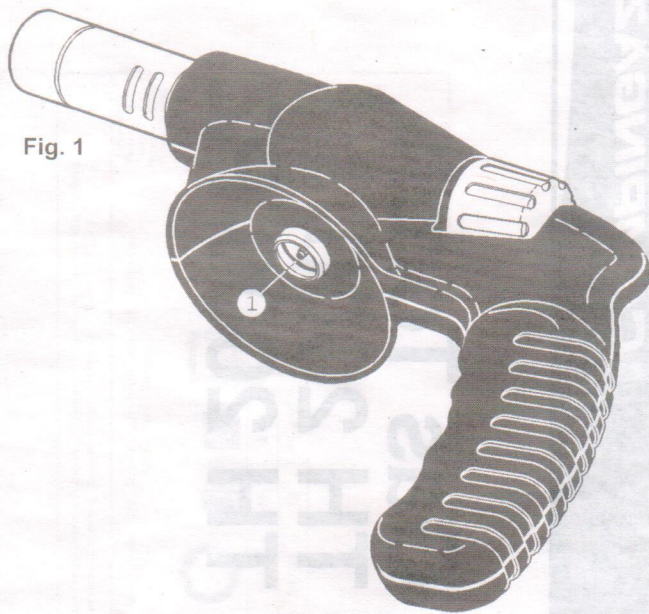

Fig. 1
- Проверить, что тороидальное уплотнение (1) горелки на месте и в хорошем состоянии (Рис. 1). Это проверять при каждой установке баллончика. Если уплотнение повреждено или отработано, отнести устройство к продавцу для его замены.
- Проверить закрытие ручки настройки (2) (повернуть до упора по часовой стрелке).
- Периодически проверять тороидальное уплотнение (1) горелки, что оно на месте и в хорошем состоянии (Рис. 1). Заменять его, если оно повреждено или изношено.
- Форсунка должна работать много лет без каких-либо проблем. Если давление газа падает или газ не загорается, проверить, что в баллончике еще есть газ (4). Если он есть, вероятно, забита форсунка.